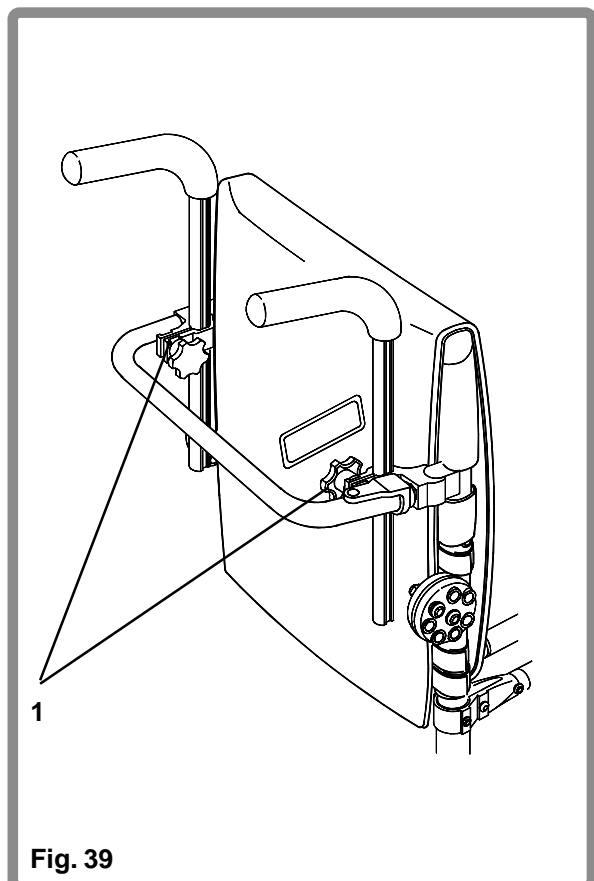

Fig. 39
Met de in hoogte verstelbare duwhandvatten heeft de gebruiker de mogelijkheid om de duwhandvatten, wanneer ze niet worden gebruikt, zo te verlagen dat ze niet meer zichtbaar zijn. U stelt de hoogte van de duwhandvatten in door de knop (1) los te draaien, de duwhandvatten op de gewenste hoogte te brengen en de knop (1) weer vast te draaien. (Fig. 39).